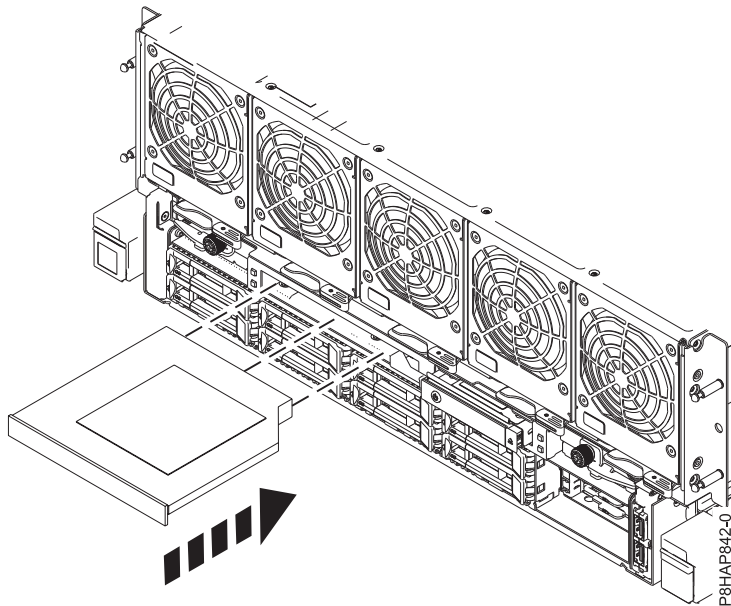

Figura 21. Sustitución de la unidad de DVD
- b. Empuje la unidad de DVD totalmente dentro del sistema hasta que el dispositivo quede fijado. Consulte la Figura 21.